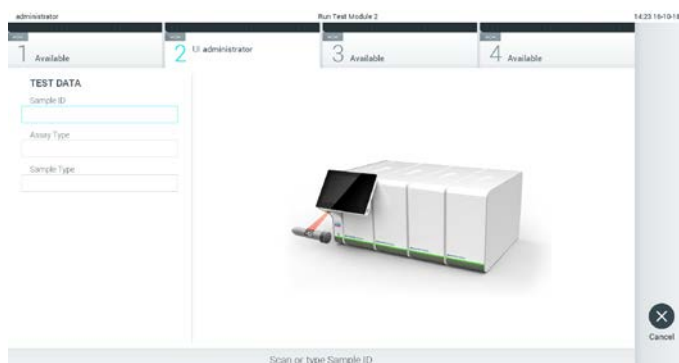

図 72. サンプル ID バーコードをスキャン。
2. 指示されたら、操作モジュールに内蔵のバーコードリーダーを使用してサンプル ID バーコードをスキャンします（図 72）。